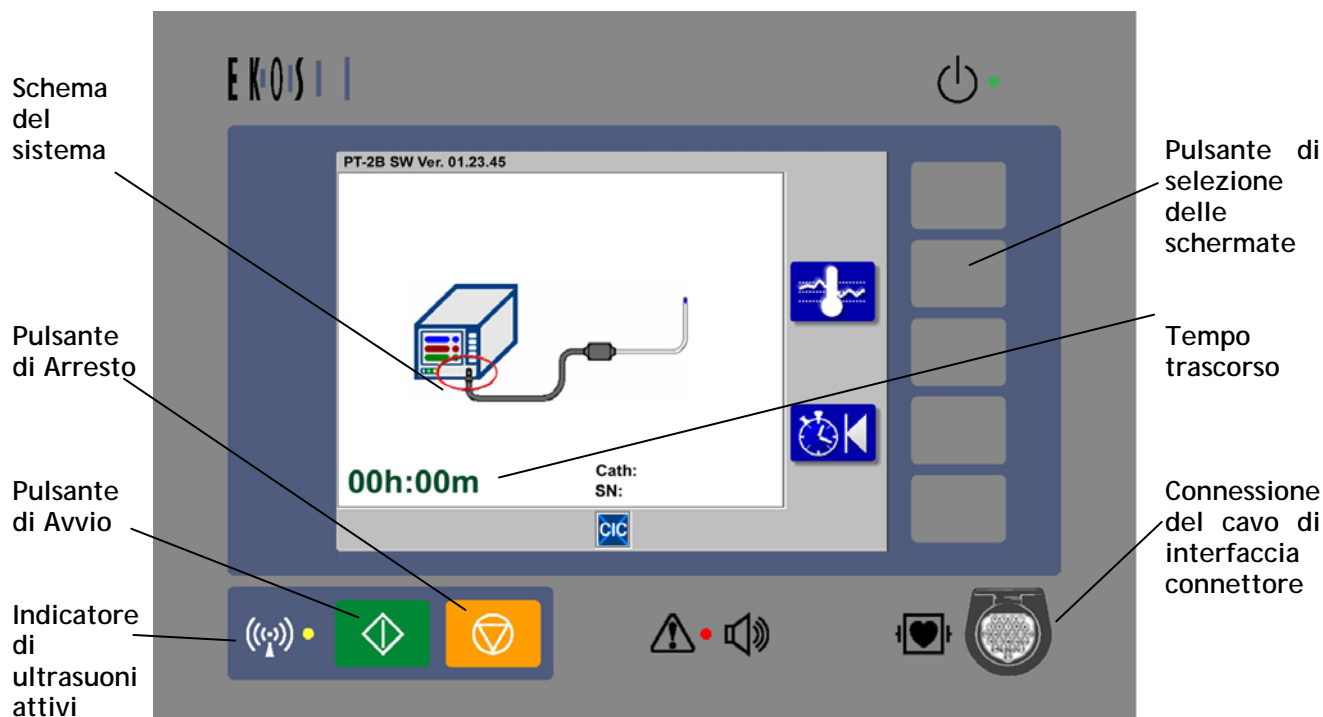

Figura 3. Schermata Pronto sul display anteriore dell'unità di controllo EkoSonic SV.
2. Se l'unità di controllo completa con successo l'autotest, il software passa alla schermata Pronto. Vedere la Figura 3 per un esempio della schermata Pronto.
- La Figura 3 mostra specificamente che il cavo di interfaccia connettore (CIC) non è stato collegato all'unità di controllo. Il cerchio rosso intorno alla spina del pannello anteriore nello schema del sistema indica dove il CIC deve essere collegato all'unità di controllo. L'uscita degli ultrasuoni non è consentita se il CIC non è collegato e il dispositivo non è correttamente connesso al CIC. Se l'unità di controllo rileva una condizione che impedisce il corretto funzionamento, identifica il problema visualizzando una combinazione di icone, cerchi e/o X sullo schema del sistema. Tali icone e simboli sono spiegati nella sezione Risoluzione dei problemi del presente documento.